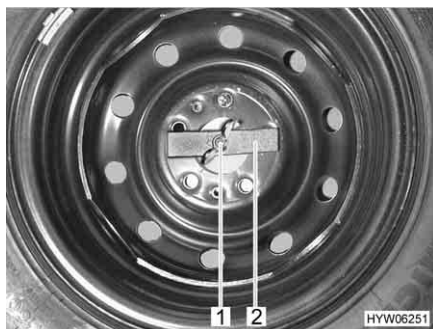

Fig. 143 Ruota di scorta nel gavone di coda
- Svitare manualmente il dado ad alette (Fig. 143,1) e rimuoverlo.
- Rimuovere la barretta di compressione (Fig. 143,2).